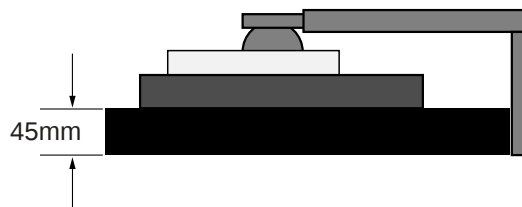

Figura S.1
3. Coloque el monitor hacia abajo sobre una superficie no abrasiva (sitúe la pantalla sobre una plataforma de 45mm/1.8 pulgadas para que el soporte quede paralelo a la superficie.) (**Figura S.1**).